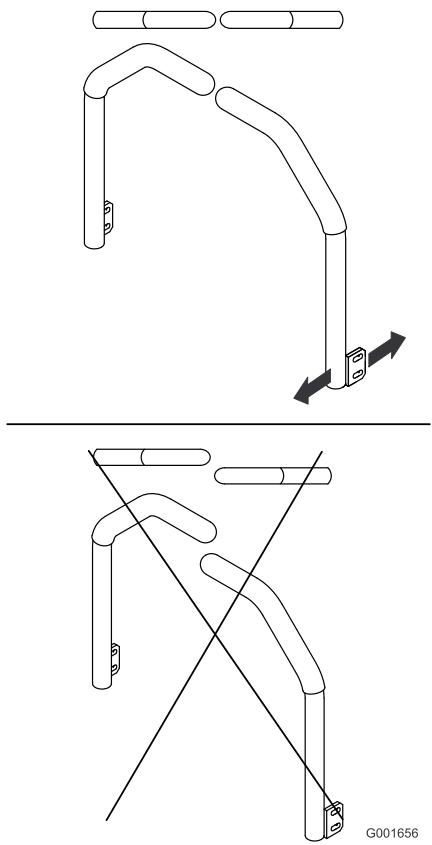

Figura 67
- Ajuste las palancas de control de forma que queden alineadas entre sí (Figura 67) y apriete los pernos para fijar las palancas a los soportes.